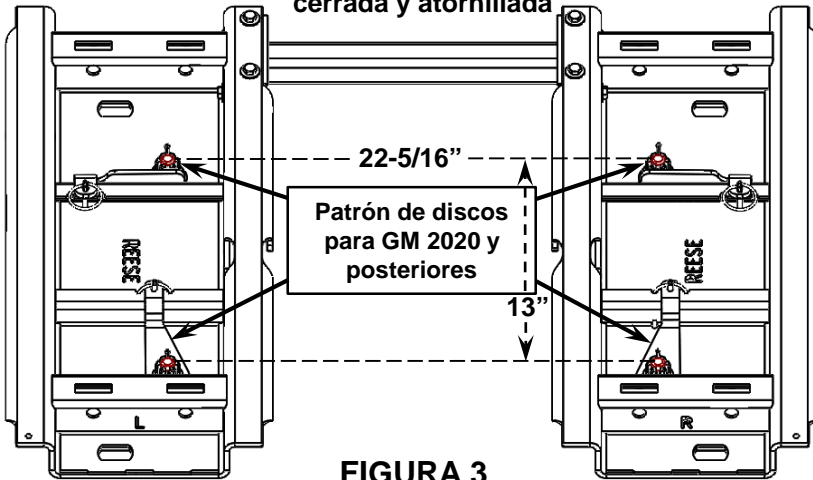

FIGURA 3
1. Identificar qué patrón tiene su vehículo o el año de modelo (consultar la Figura 3). Seleccionar e instalar los pasadores en T, los casquillos con pasador en T, manijas y tuercas casteladas como se muestra (consultar la Figura 1). Precaución: El casquillo con pasador en T tiene el orificio de mayor diámetro apuntando hacia abajo. Apretar con la mano la tuerca castelada pero no instalar el pasador de eje todavía. Esto se hará después de los ajustes finales en el vehículo.
3. Girar las (4) manijas a la posición de bloqueo/cerrada.
5. Colocar los pasadores de asa/eje a través de los orificios en la manija como se muestra arriba (Figura 3).
1. Retirar el pasador de asa/eje de los orificios de la manija en el adaptador (Figura 3). Guardar los pasadores de eje.
2. Girar las (4) manijas a la posición desbloqueada (como se muestra a continuación).